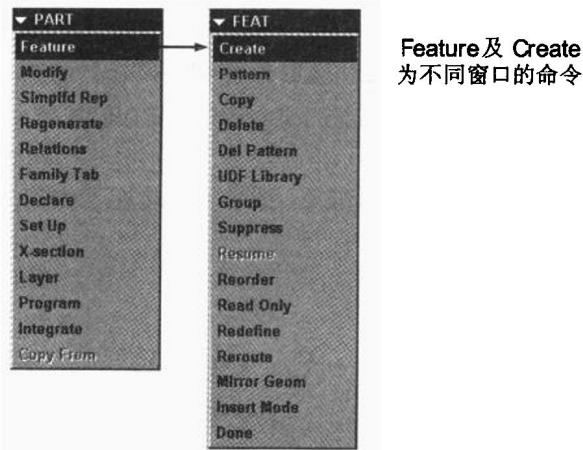

图2
4. → (例如：Feature → Create)：不同窗口的命令（见图 2）。